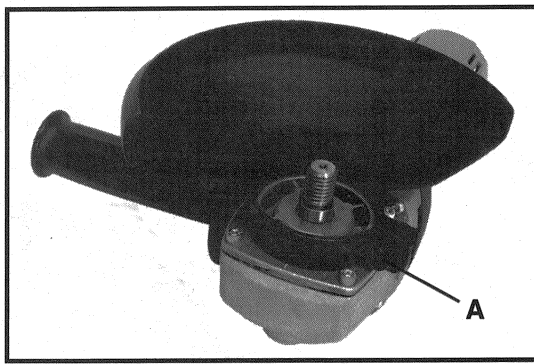

Fig. 3
4. Calez le couvre-meule sur la bride de montage et serrez fermement la vis de montage (A) Fig. 3.